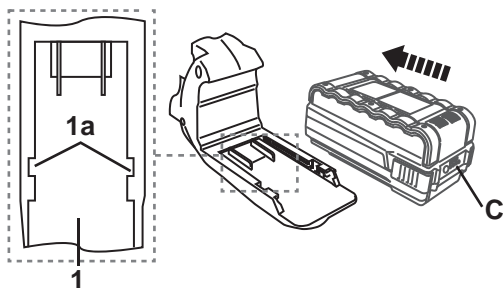

Fig.15
- > Alignez la batterie [C] avec les rainures [1a] situées dans le port [1] puis faites-la coulisser jusqu'à ce qu'elle se verrouille en position (Fig.15).